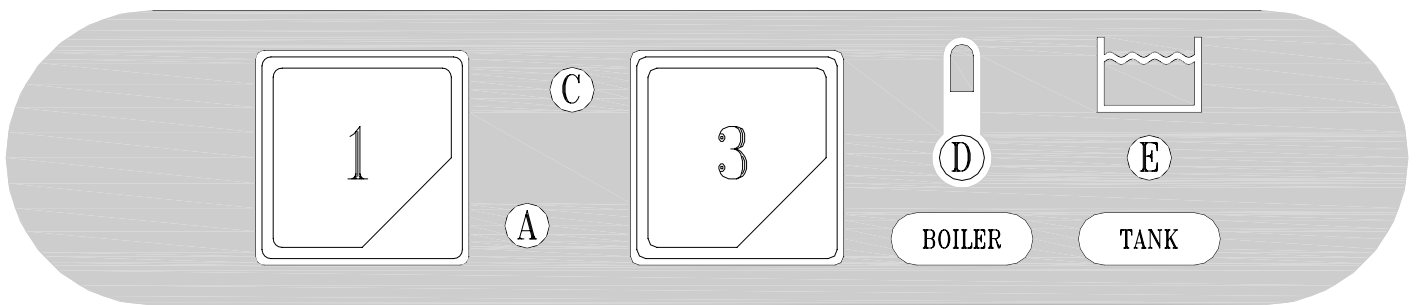

Fig. 3-2
- A riempimento avvenuto, aprire la porta (I) e introdurre il detersivo (ca. 2 gr. Per litro di capacità della vasca). Inserire il cesto (L) carico e chiudere la porta (I). A questo punto premere il pulsante START (3) (almeno per 2 secondi) e avrà inizio il ciclo di lavoro visualizzato dalla lampada spia (C): a fine del ciclo coincide con lo spegnimento di questa spia. Per spegnere la macchina si dovrà disinserire l'interruttore (1) portandolo nella posizione (0) spia (A) spenta. (fig.3-2÷3-3).
- When the water intake cycle is complete, open the door (I) and add detergent (about 2 g. per litre of tank capacity). Position the full basket (L) and close the door (I). Now press the START button (3) (at least for 2 seconds) and the wash cycle displayed by light (C) will start. When the cycle is over, this light goes out. To turn off the appliance, turn the switch (1) to 0. Light (A) indicates the appliance is off (fig.3-2÷3-3).
- Nach erfolgter Füllung die Tür (I) öffnen und das Spülmittel einfüllen (ca. 2g/l Fassungsvermögen des Spülbehälters) Den gefüllten Geschirrkorb (L) einsetzen und die Tür (I) schließen. Nun die START-Taste (3) mindestens 2 Sekunden lang drücken, und das Spülprogramm beginnt, die Kontrolllampe (C) leuchtet auf und am Programmende erlischt die Kontrolllampe. Um das Gerät auszuschalten, muß der Schalter (1) auf die Position 0 gestellt werden, die Kontrolllampe (A) erlöscht (fig.3-2÷3-3).
- Lorsque le remplissage est terminé, ouvrir la porte (I) et verser le déterfif (environ 2 g pour chaque litre remplissant la cuve). Introduire le panier (L) plein et fermer la porte (I). A ce stade, presser le bouton-poussoir START (3) (au moins 2 secondes) et le cycle de fonctionnement commencera, visualisé par la lampe-témoin (C). La fin du cycle coïncide avec l'extinction de ce voyant. Pour arrêter la machine, il faudra débrancher l'interrupteur (1) en le ramenant sur la position 0: lampe-témoin (A) (fig.3-2÷3-3).
- Después del llenado, abra la puerta (I) y vierta el detergente (2 gramos aproximadamente por litro de capacidad de la cuba). Introduzca el cesto (L) carga y cierre la puerta (I). Pulse ahora START (3) (almenos durante 2 segundos) para arrancar el ciclo de trabajo: se enciende la luz testigo (C), que se apagará al final del ciclo. Para apagar la máquina desconecte el interruptor (1): posición 0, luz testigo (A) apagada (fig.3-2÷3-3).